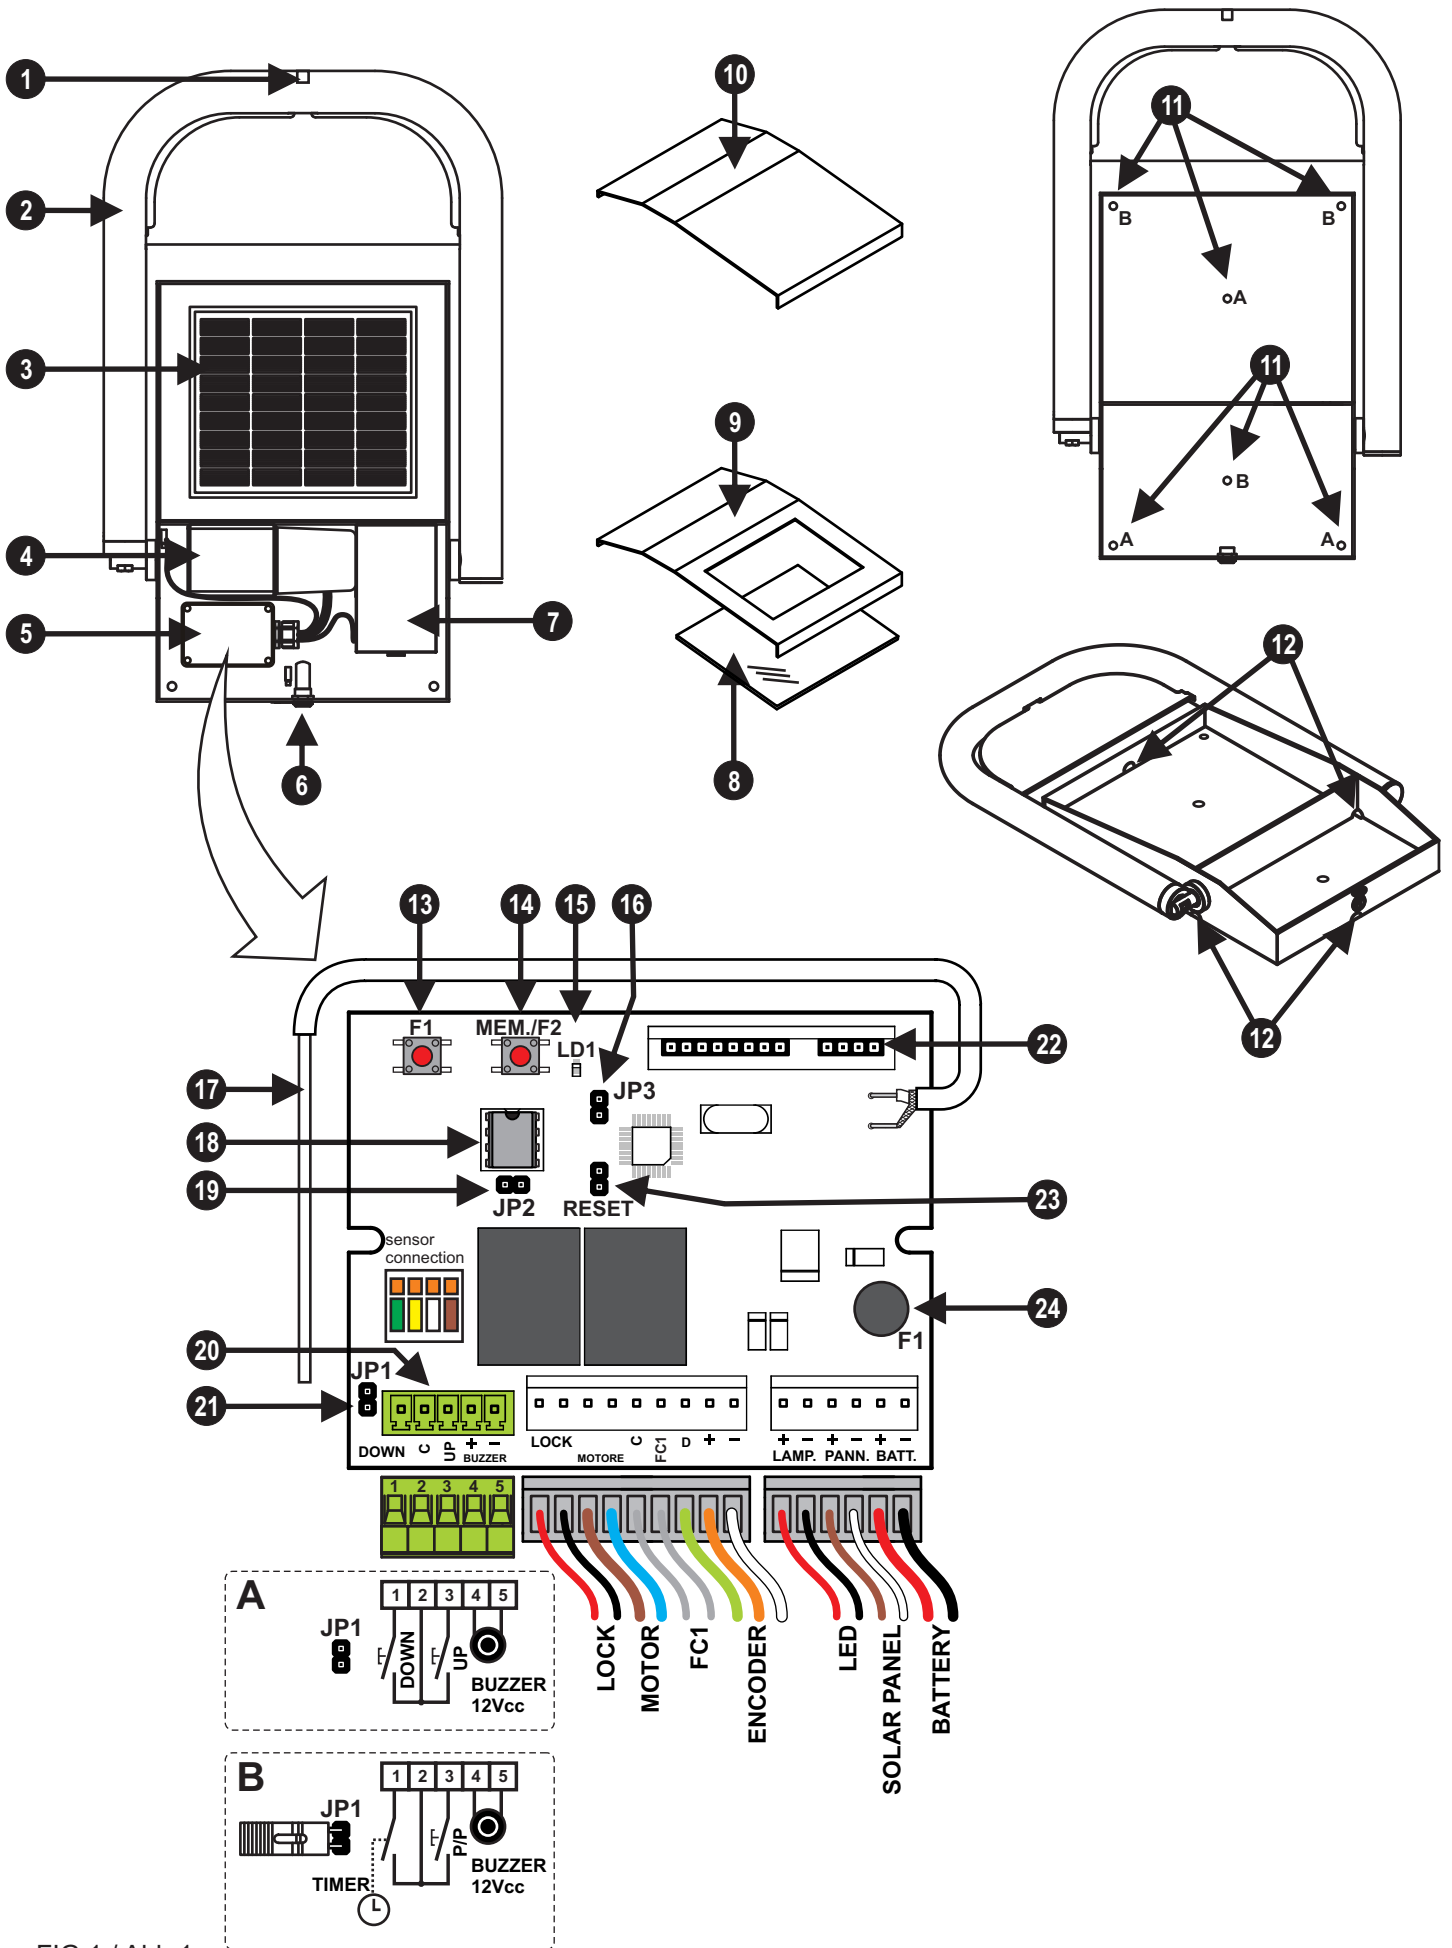

FIG.1 / Abb.1
### Descrizione delle parti (fig.1)
**- Non sigillare in alcun modo la struttura del PARK perché è progettata in modo che l'acqua possa defluire in caso di pioggia intensa (Fig.1, part.12).**
Premere brevemente il pulsante "MEM/F2" sulla centrale il Led LD1(part. 15 Fig.1) inizierà a fare una serie di lampeggi.